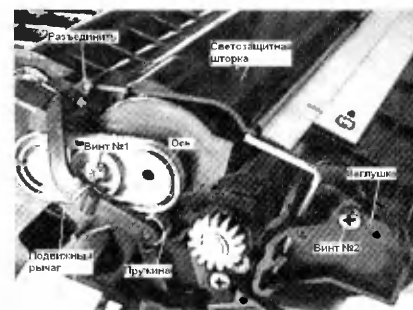
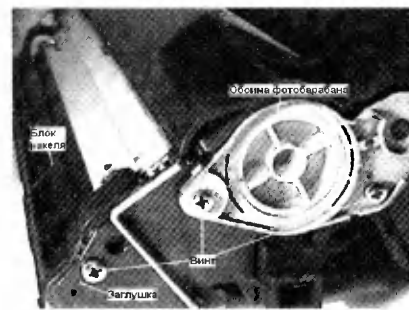

Рис. 4. Вид передней стороны картриджа после снятия шнека и блока шестерен
Рис. 5. Вид задней стороны картриджа
5. С передней стороны картриджа снимите подвижный рычаг с пружиной, потянув их на себя и предварительно отсоединив подвижный рычаг от светозащитной шторки (см. рис. 4).
6. С передней стороны картриджа открутите винты № 1 и №2 (см. рис. 4).
7. С задней стороны картриджа открутите три винта (см. рис. 5).
9. Снимите заглушки с передней (см. рис. 4) и задней (см. рис. 5) стороны картриджа. После этого снимите блок ракеля.
10. Снимите ось (см. рис. 4) и обойму фотобарабана (см. рис. 5) и аккуратно извлеките фотобарабан.